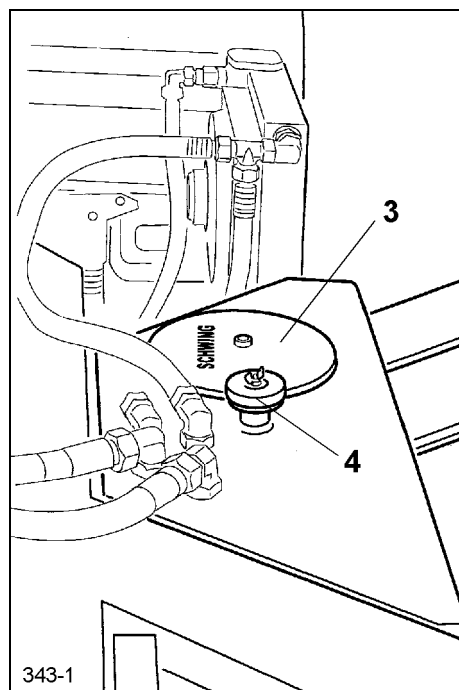

Fig. 2
- En caso necesario, echar líquido por la tapa de limpieza superior 3 (Fig. 2).